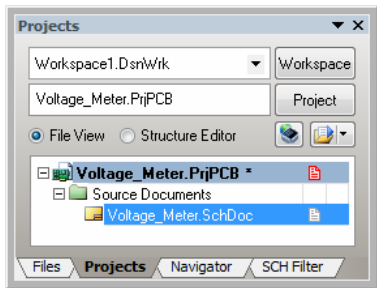

图 4-67 创建工程
2) 单击 File > New > Schematic 菜单命令,在工程中新建一个原理图文档,将原理图文档命名为 Voltage_Meter.SchDoc,并保存到工程文档所在的目录。创建好的工程如图 4-67 所示。